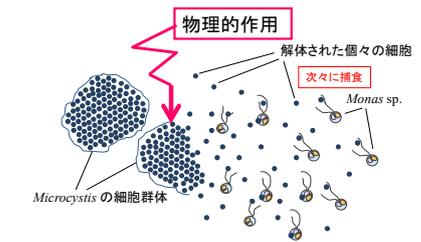

図1 細胞群体解体による捕食圧の増加
*Microcystis*は多糖質に包まれた細胞群体を形成するため周囲の捕食者(原生動物、微小後生動物など)に容易に捕食されないことが大発生の一因として挙げられています。これまでの研究で、*Microcystis*の細胞群体を物理的に個々の細胞に解体した結果、原生動物鞭毛虫類*Monas* sp. (モナス)〔写真3〕の捕食圧は高まり効率よく*Microcystis*が減ることを室内実験で確認しました〔図1〕。*Microcystis*を消化した捕食者からは窒素やリンなどの栄養物が水中に放出され、再び*Microcystis*に利用されてしまうので、その対策として水生植物に栄養物を吸収させて除去するプロセスを考案しました〔図2〕。
国内サイトでは、東京都井の頭公園恩賜池の景観と水質を改善するために水質調査と図1 細胞群体解体による捕食圧の増加浄化研究を進めています。